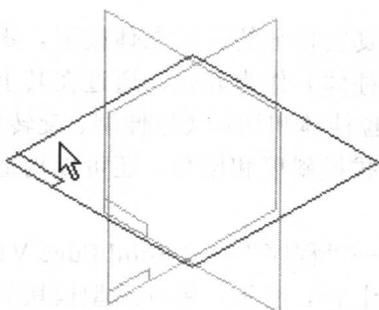

图 1-2 选择水平参考平面
1) 单击特征工具条上的草图  命令按钮, 选择水平参考平面 (X-Y 平面), 如图 1-2 所示。